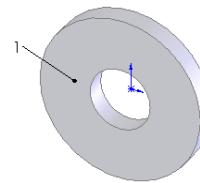

图 4-49 拉伸的实体
**06** 拉伸实体。在菜单栏中选择“插入”→“凸台/基体”→“拉伸”命令，将上一步绘制的草图拉伸为“深度”均为 10 的实体，结果如图 4-49 所示。
**07** 设置基准面。选择图 4-49 所示的面 1，然后单击“标准视图”工具栏中的“正视于”图标 ，将该面作为绘制图形的基准面。